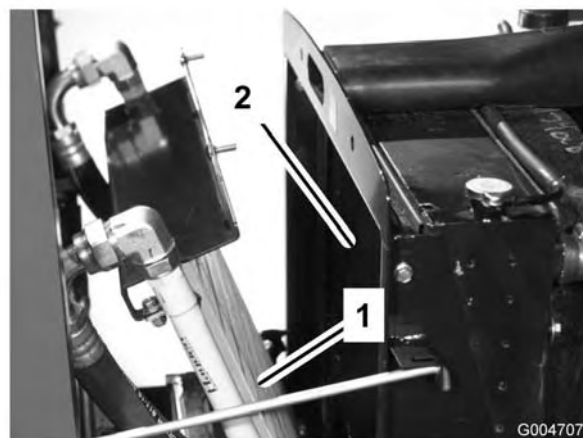

Figura 63
3. Gire el enfriador hacia atrás. Limpie a fondo ambos lados del enfriador de aceite y la zona del radiador (Figura 63) con aire comprimido.